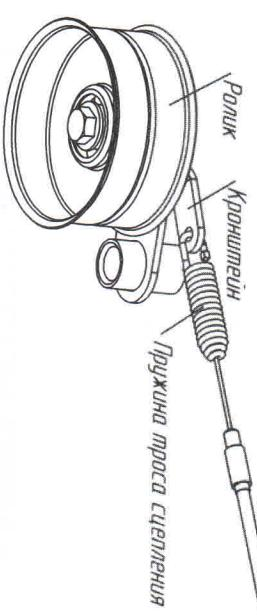

Рис.7. Схема зацепления троса сцепления с кронштейном (вариант 2)
затем заведите оболочку троса с металлическим упором в направляющую и зафиксируйте его в отверстии (рис.7).
– зацепите пружину троса сцепления за кольцо на кронштейне, затем заведите оболочку троса с металлическим упором в направляющую и зафиксируйте его в отверстии (рис.7).
затем заведите пружину троса сцепления за отверстие на кронштейне, затем заведите оболочку троса с металлическим упором в направляющую и зафиксируйте его в отверстии (рис.7).